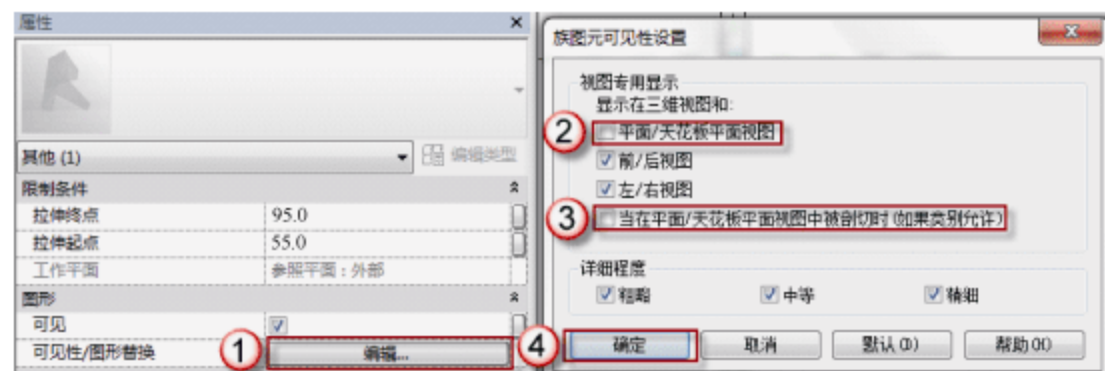

图 7.2.17 修改 MQ6596 转角幕墙窗框的可见性
(15) 修改 MQ6596 幕墙窗框的可见性。在 MQ6596 幕墙窗框的“属性”面板中，单击“图形”栏“可见性/图形替换”后的“编辑”按钮，弹出“族图元可见性设置”对话框，取消“平面/天花板平面视图”和“当在平面/天花板平面视图被剖切时 (如果类别允许)”复选框的选择，单击“确定”按钮，如图 7.2.17 所示。